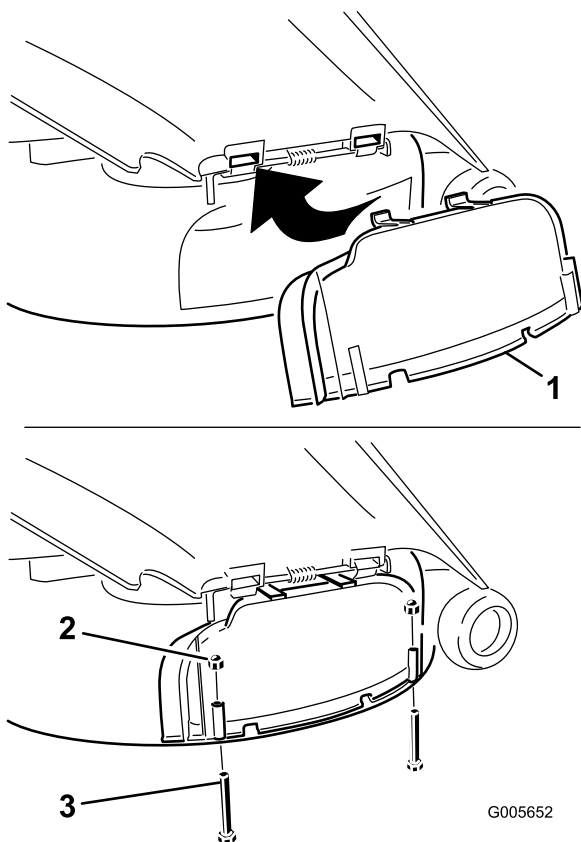

Figura 27
4. Levante o deflector de relva e faça deslizar as abas na parte superior da cobertura de descarga para debaixo da haste de retenção do deflector de relva. Rode a cobertura de descarga para baixo para cima da abertura e para o rebordo inferior do cortador (Figura 27).
5. Fixe a cobertura de descarga ao rebordo inferior do cortador com dois parafusos (1/4 x 2-1/2 pol.) e duas porcas da tampa (1/4 pol.) conforme indicado em Figura 27.